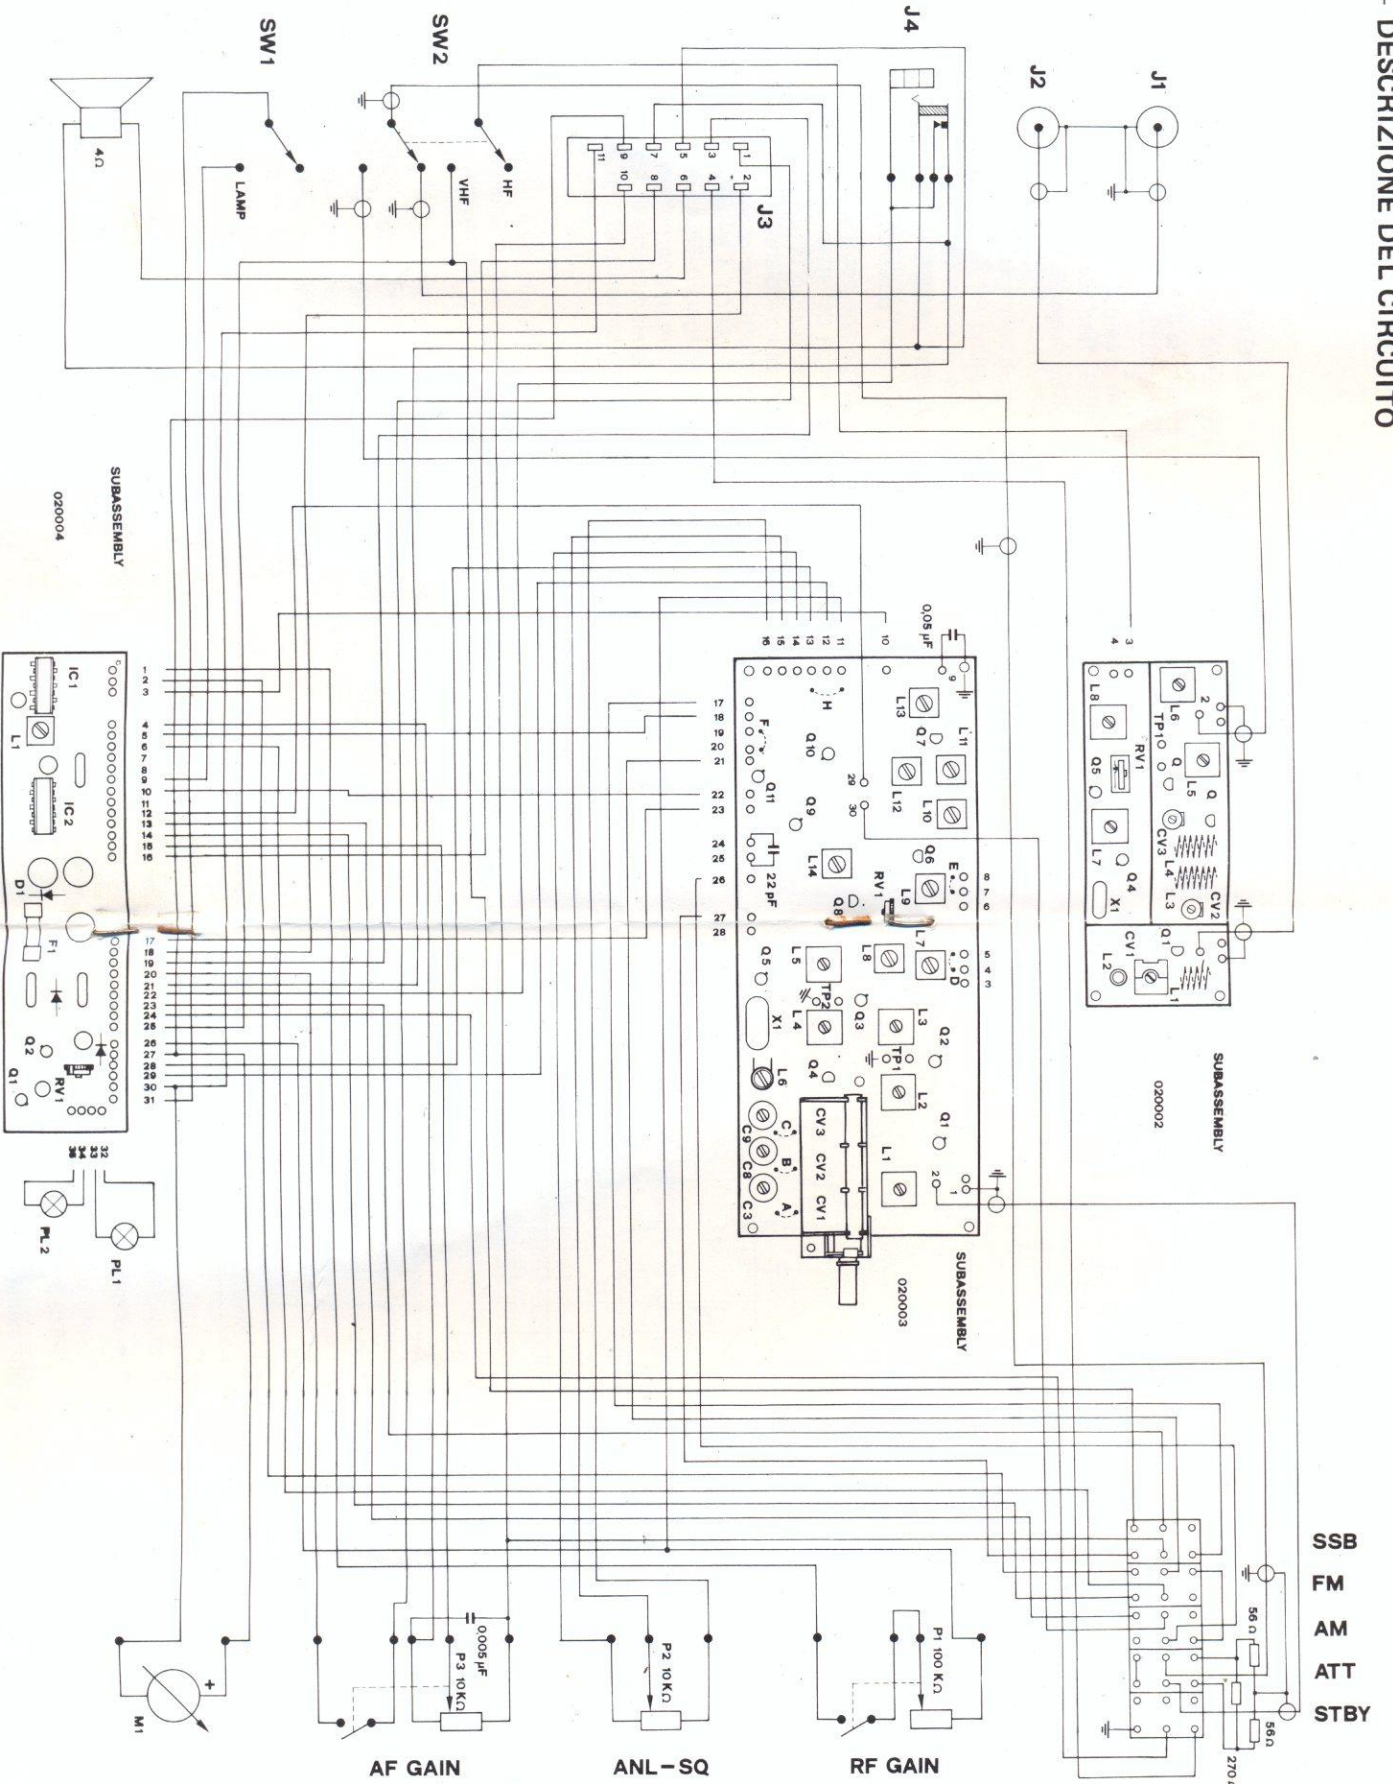
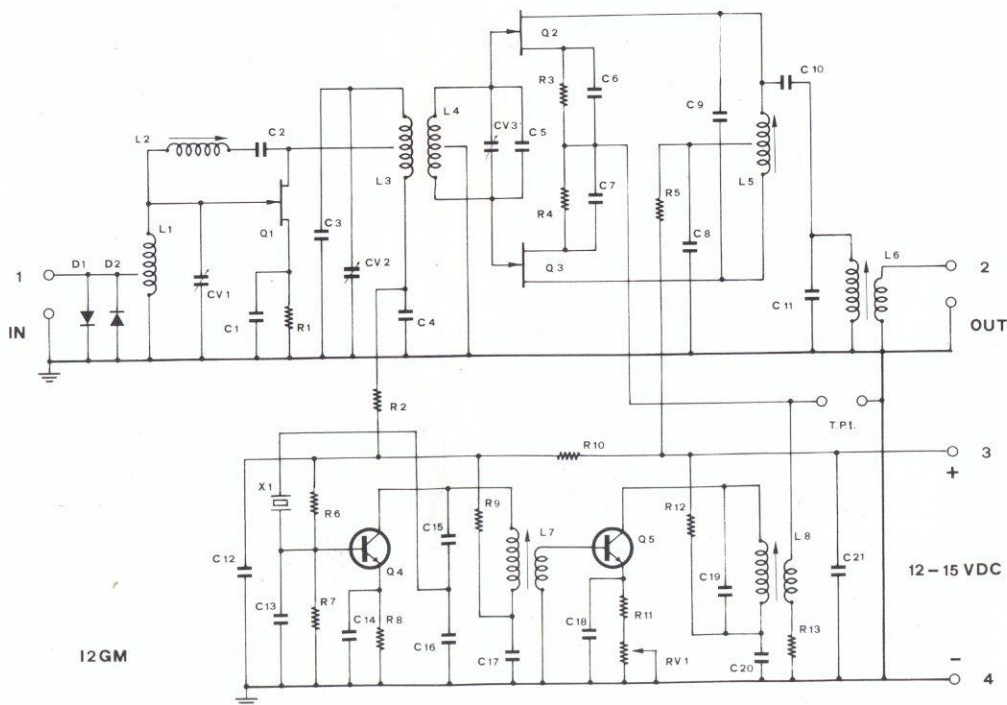
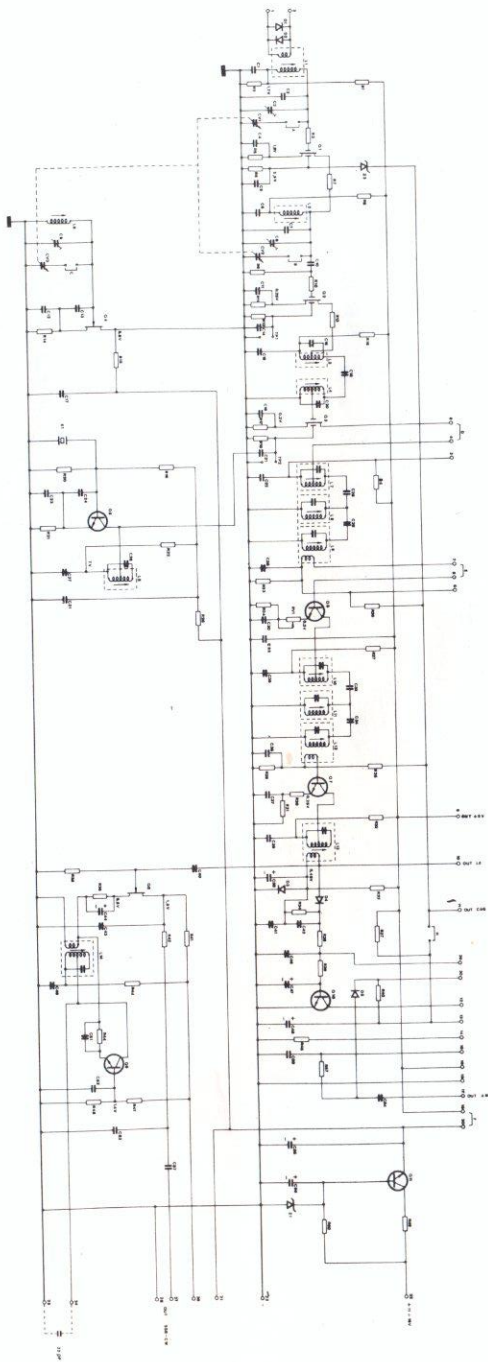

Fig. 4-1. - Schema generale di cablaggio, ubicazione dei componenti principali
Fig. 4-2 - Schema elettrico del convertitore VHF (sottoassieme n. 020002)
Fig. 4-3. - Schema elettrico del ricevitore HF (sottosistema n. 02003)
- 1) L'alimentazione a 12 VDC sui terminali n. 1 (positivo) e n. 2 (massa). In caso di inversione di polarità fonde il fusibile interno posto sul circuito ausiliario (sottoinsieme n. 020004, v. fig. 4-1).
4 - 1. CONVERTITORE VHF (v. fig. 4-2 e fig. 4-1 sottoassieme n. 020002)
4 - 2. RICEVITORE HF (v. fig. 4-3 e fig. 4-1 sottoinsieme n. 020003)
4 - 3. CIRCUITO AUSILIARIO (v. fig. 4-3 e fig. 4-1 sottoassieme n. 020004)
Il compensatore CV1 del convertitore VHF (v. fig. 4-1. sottoassieme n. 020002) può essere tarato per correggere eventuali lievi disadattamenti di impedenza della linea di antenna.
Variazioni maggiori vanno effettuate agendo sul nucleo della bobina L6 del ricevitore HF (v. fig. 4-1. sottoassieme n. 020003).
Predisposto il ricevitore per la ricezione della SSB si sintonizza un segnale non modulato esattamente al centro del canale di selettività e si regola il nucleo di L14 del ricevitore HF (v. fig. 4-1. sottoassieme n. 020003) per battimento zero.